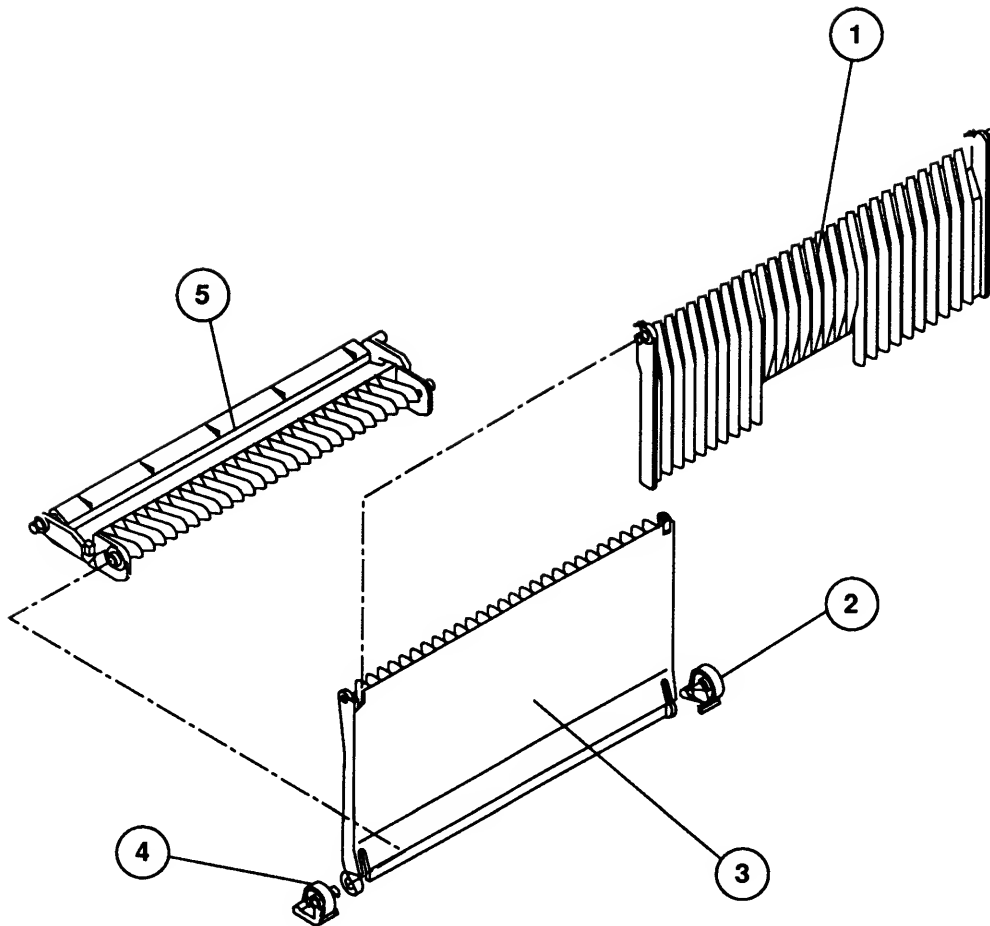

Figure 17
□ **FACE-UP TRAY ASSEMBLY (Figure 17)**